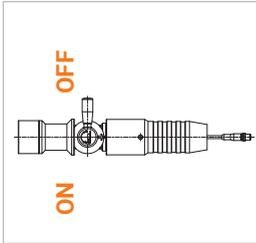

Abbildung 2
- ▶ Nehmen Sie die Füllkupplung aus der Halterung heraus. Der Betätigungshebel (Pos. 3) muss in der OFF-Stellung stehen (*Abbildung 2*).